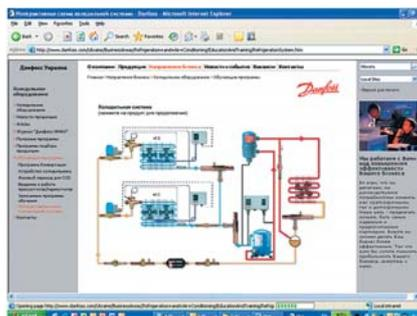
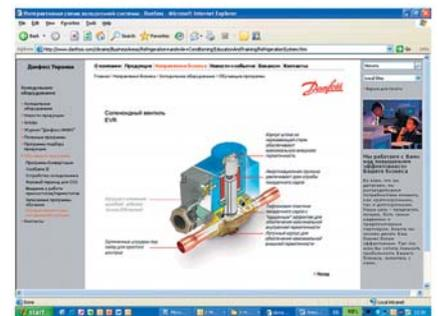
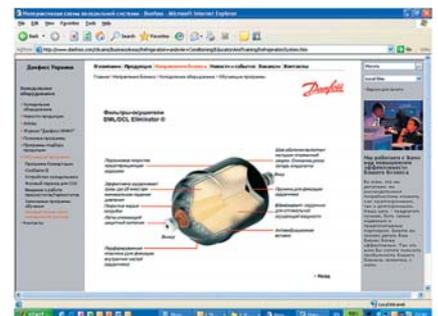

Рис. 4
Рис. 5
Рис. 6
4. «Интерактивная холодильная система». Нажав на любой продукт в данной холодильной схеме (рис. 4), Вы сможете увидеть разрез продукта с описанием его конструктивных особенностей (рис. 5, рис. 6).